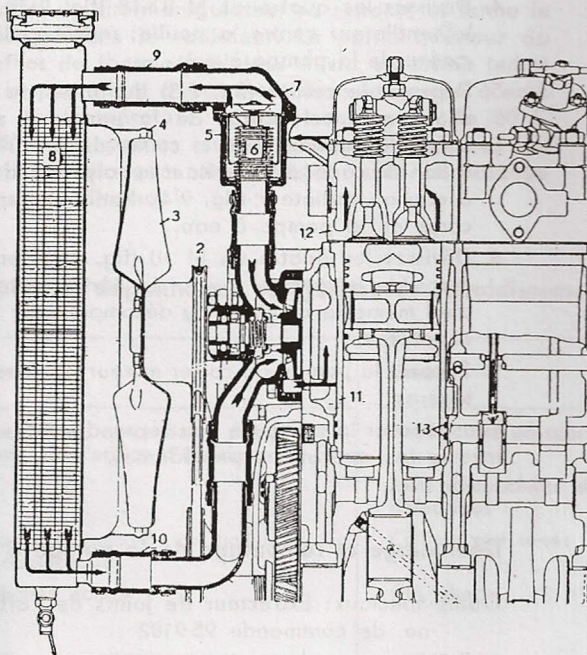

Fig. 6
Le refroidissement est assuré par de l'eau en circulation forcée. La circulation est assurée par une pompe à eau (fig. 6/1) commandée par une courroie trapézoïdale (2). Sur le moyeu de la poulie est fixé un ventilateur (3) recouvert d'un collecteur d'air (4). Le ventilateur des tracteurs 2511 et 3511 est pourvu d'une seule hélice (la version tropicale est à deux hélices), celui du tracteur 4511 en possède plusieurs. Le corps du thermostat (5) renferme un ther-